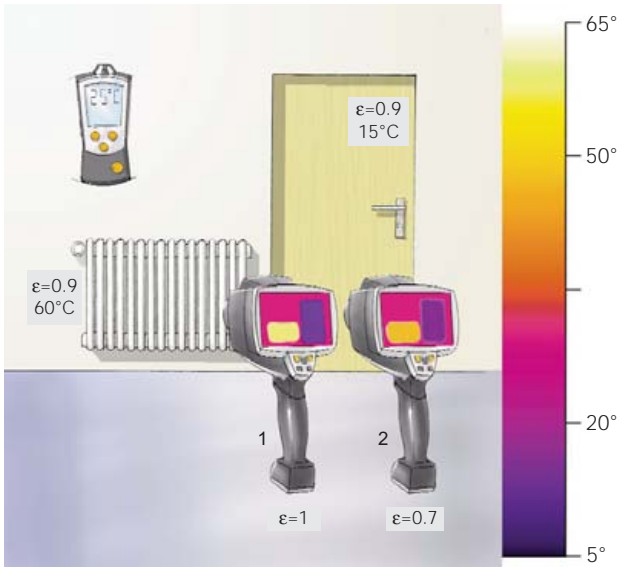

Bild 1.2: Konsekvens av en felaktigt inställd emissionsfaktor vid temperaturmätningen
1. När temperaturen på mätobjektet är högre än omgivningstemperaturen (se mätningen av radiatortemperatur på bild 1.2, s.11):
2. När temperaturen på mätobjektet är lägre än omgivningstemperaturen (se mätningen av dörren på bild 1.2, s. 11):
Det har särskilt stor betydelse att emissionsfaktorn har ställts in korrekt när det är stor temperaturskillnad mellan mätobjektet och omgivningen (se bild 1.2, s. 11).